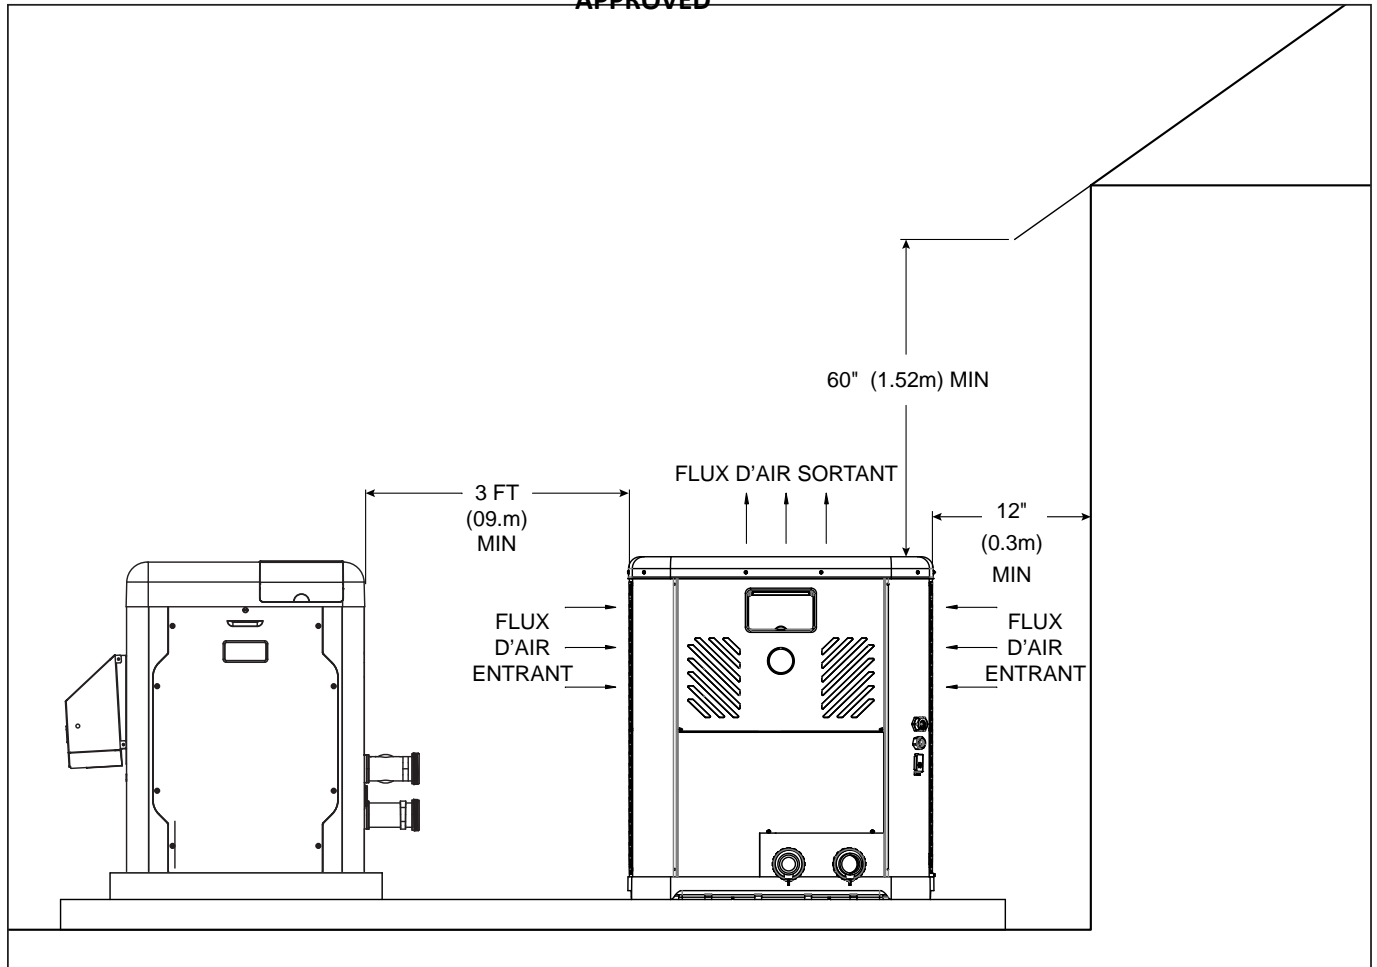

Figure 2. Dégagements pour l'installation
- Afin de maximiser le silence de fonctionnement, cet appareil produit une décharge d'air ascendante. L'air est aspiré vers le haut à travers le serpentin d'évaporateur, puis est évacué par la grille supérieure. À cette fin, prévoyez un dégagement d'au moins 1,5 m (5 pi) au-dessus de l'appareil, afin de ne pas restreindre l'évacuation d'air. N'installez JAMAIS la thermopompe sous un porche ou une terrasse. Consultez la Figure 2 pour connaître les dégagements recommandés pour l'installation. Une éventuelle recirculation de l'air frais évacué par la thermopompe réduira grandement son efficacité de chauffage. Afin de minimiser la longueur des conduites d'eau, positionnez l'appareil aussi près que possible de la pompe et du filtre de la piscine.